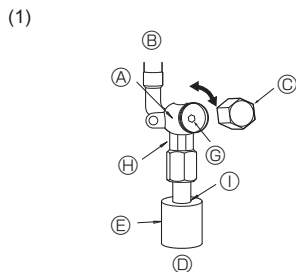
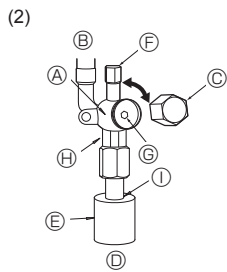

Fig. 4-5
Fig. 4-6
- (1) Сторона с газом P100-P140 (Fig. 4-5)
- ① Снимите колпачок и поверните шток золотника против часовой стрелки до упора, используя для этой цели 5 мм шестигранный гаечный ключ. Прекратите поворачивать шток в момент, когда тот достигнет стопора. (ø15,88: Приблизительно 13 оборотов)
- ② Убедитесь в том, что запорный кран полностью открыт, и поверните колпачок в первоначальное положение.
- (2) Сторона с жидкостью P100-P140 (Fig. 4-6)
- ① Снимите колпачок и поверните шток золотника против часовой стрелки до упора, используя для этой цели 4 мм шестигранный гаечный ключ. Прекратите поворачивать шток в момент, когда тот достигнет стопора. (ø9,52: Приблизительно 10 оборотов)